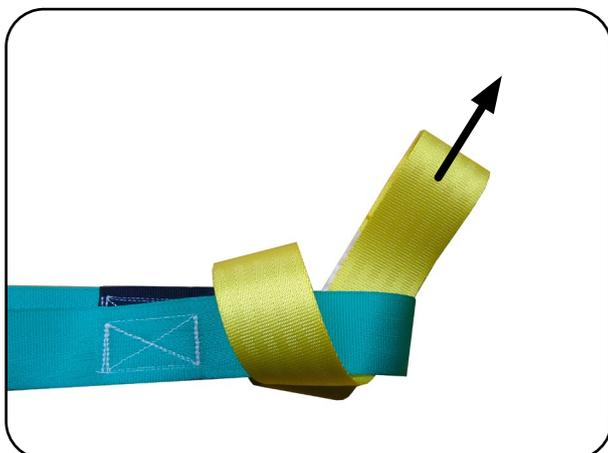

Abb. 6.1.03 – Ende festziehen
3. Ziehen Sie den Knoten fest (Abb. 6.1.03).